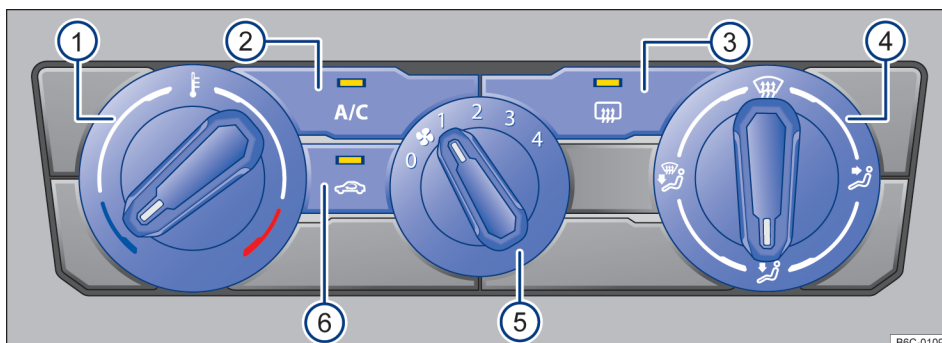

Fig. 83 Mandos del aire acondicionado.
- Aire acondicionado: girar el regulador del ventilador al nivel 0 → fig. 83 (5).
- Aire acondicionado: presionar el botón  → fig. 83 (2) para encender y apagar el funcionamiento de la refrigeración.
- Aire acondicionado: girar el regulador giratorio izquierdo → fig. 83 (1).
- Aire acondicionado: girar el regulador del ventilador → fig. 83 (5).
- Aire acondicionado: presionar el botón  → fig. 83 (6).
- Aire acondicionado: girar el regulador de la derecha → fig. 83 (4) a la posición deseada.
- Aire acondicionado: girar el regulador derecho a la posición  → fig. 83 (4).
- *Aire acondicionado*: presionar el botón  → fig. 83 .